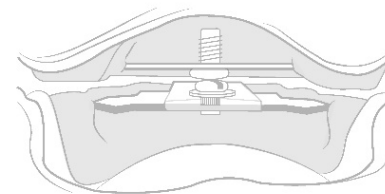

Рис. 4
14. Для контроля еще раз закрашивают всю регистрационную пластинку за исключением отмеченного перекрестия, и полностью повторяют все процедуру регистрации. В том случае, если вершина второго записанного готического угла находится точно в перекрестии, можно монтировать плексигласовую пластинку отверстием в проекции вершины угла и зафиксировать ее с помощью винта и шайбы (Рис. 4).